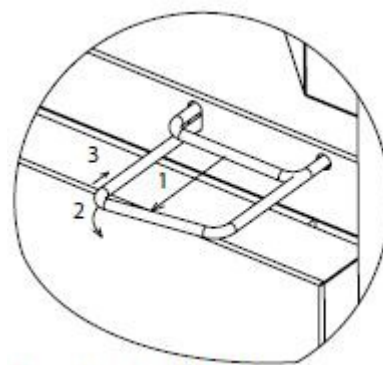

Fig. 13 Handtag för att öppna direktspjället
Innan tändning av pannan, kontrollera att alla krav som anges i avsnittet före utförts. Öppna direktspjället för den övre rökkanalen genom att dra i handtaget (Fig. 13) mot dig själv. Öppna luckan till övre förbränningskammaren, lägg torra små pinnar och papper på kammarens botten så att papperet sticker in i nedre förbränningskammaren genom den rektangulära öppningen av den keramiska brännaren 32 (Fig. 1) – På det sättet blir det lätt att tända pannan genom den nedre förbränningskammaren. Lägg några bitar av lättantändligt material och större bitar av pinnar och ved ovanpå. Ladda ved fullt utan några stora tomrum i övre förbränningskammaren. Större bitar av ved ska laddas i mitten och mindre bitar på sidorna, eftersom väggarna i förbränningskammaren bromsar förbränningen av de större vedträna, på grund av deras lägre temperatur.
1. Öppna direktspjället genom att dra handtaget 4 mot dig (Fig. 13), har du en motdragslucka installerad på rökröret så kan det vara bra att låsa den i stängt läge för att få max. drag i pannan.
1. Öppna direktspjället genom att dra handtaget 4 mot dig Fig.13).